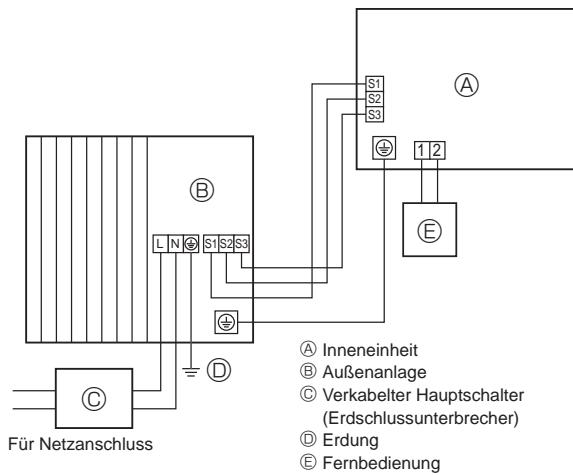
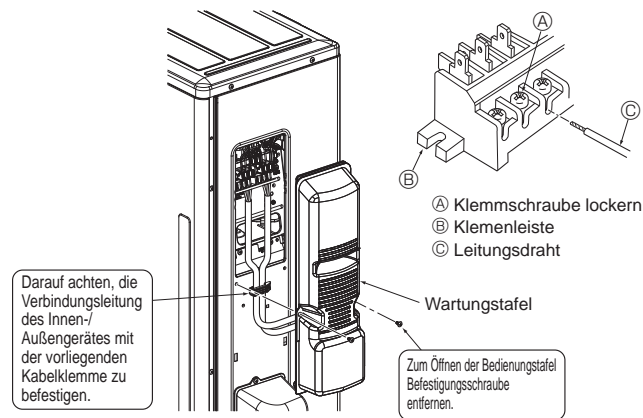
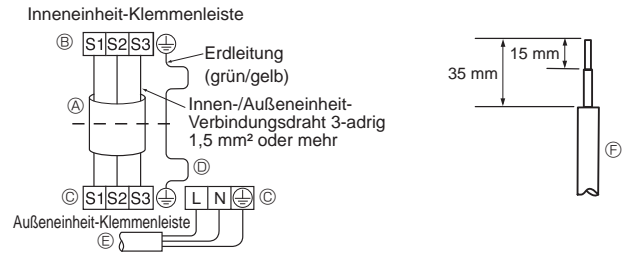

Fig. 6-1
Fig. 6-3
Fig. 6-2
6.1. Außeneinheit (Fig. 6-1, Fig. 6-2, Fig. 6-3)
- ① Die Wartungstafel entfernen.
- ② Die Kabel wie in den Fig. 6-1, Fig. 6-2 und Fig. 6-3 gezeigt verlegen.
- Verdrahtung wie in der Abbildung links unten dargestellt vornehmen. (Kabel ist vor Ort zu beschaffen) (Fig. 6-2)